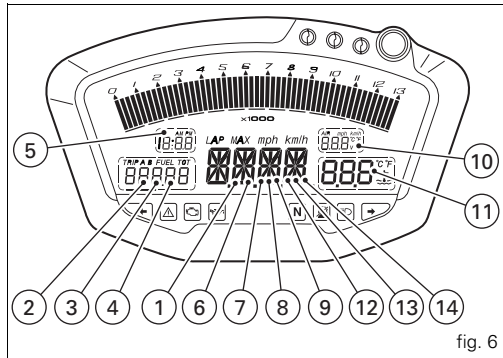

fig. 6
12) **Servicing indicator (SERV)** (fig. 6).
13) **Immobilizer indicator (CODE)** (fig. 6).
14) **DAQ (USB)** (fig. 6).